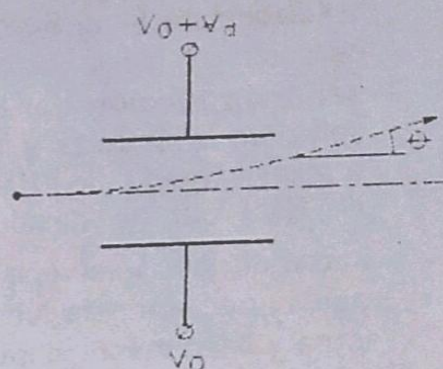

Fig. 6 - Deflexión Asimétrico
- A) **DEFLEXIÓN ASIMÉTRICA** : Es la más simple y fácil de explicar, en ella el potencial desviador V_d es aplicado a una de las placas, pero **no se usa** ya que tiende a producir asimetrías en la imagen, debido a que el potencial medio de ambas placas no es igual a V_0 , produciendo allí un efecto de aceleración y desaceleración del haz, pues no se mantiene el potencial del último ánodo acelerador (Fig. 6).